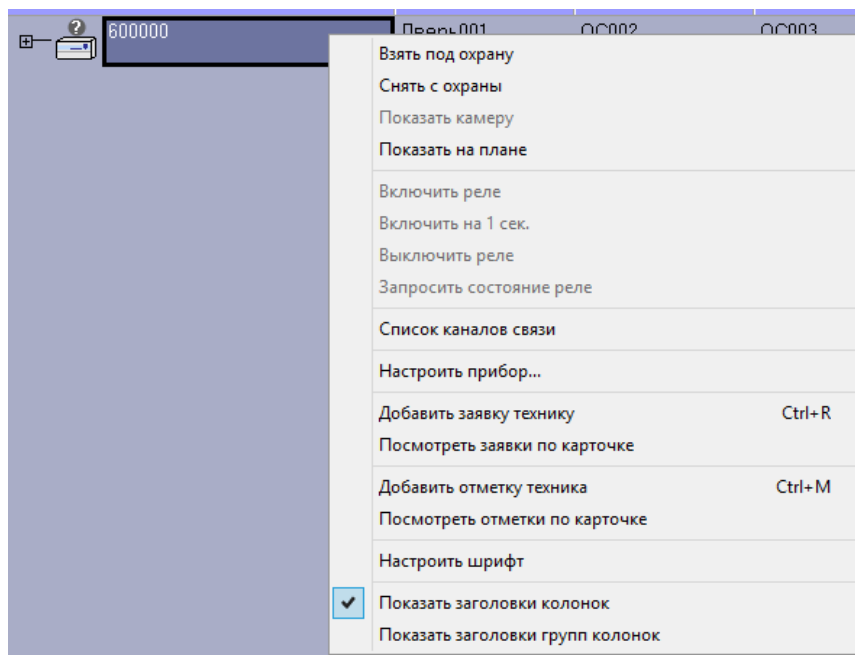

Рисунок 28 – Контекстное меню прибора
– В АРМ ДПЦО выделить левой кнопкой мышки нулевую карточку прибора, затем из контекстного меню (по щелчку правой кнопкой мышки) выбрать пункт «Настроить прибор...» (см. рисунок 28).